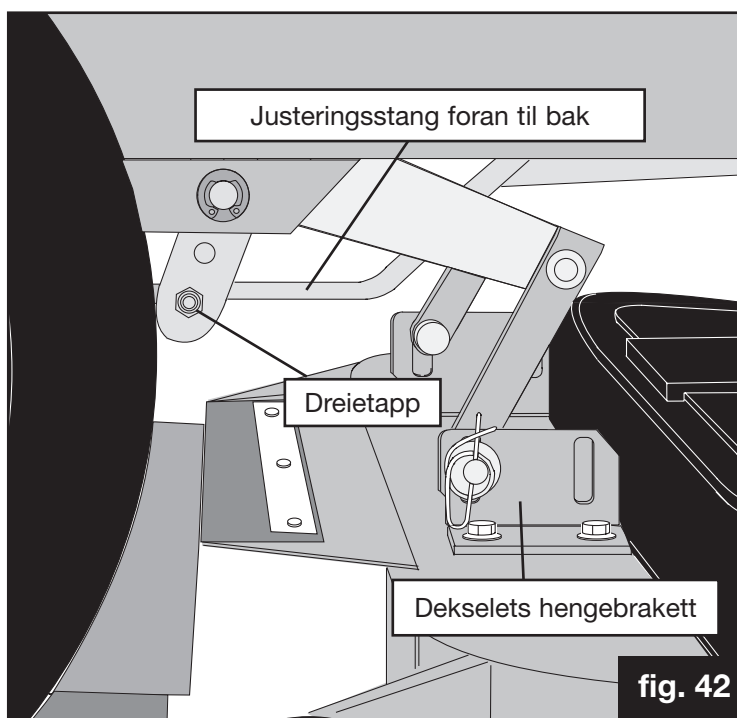

fig. 42
- ✓ Beveger klippedekselets hengebraketter (side 18, fig. 42) seg fritt, eller heises de opp? Kontroller dette ved å løfte klippedekselet til høyeste stilling og løfte og rugge det, for å se at brakettene beveger seg fritt - hvis ikke, må de rengjøres og smøres.
3. Deretter må du finne stangen for justering foran til bak til høyre for det bakre hjulet på drevsiden, hvor du finner dreietappen (fig. 42) som knytter stangen til dekselets hengebrakett. Både dreietappen og stangen er gjenget og justering gjøres ved å rotere dreietappen slik at stangen "faktisk" forlenges.
Finn dekselnivåskiven (fig. 42 eller 42a) nær baksiden på (venstre) hjul. Denne har et konsentrisk spor der dekselnivelleringsstangen sitter. Bruk en 13 mm nøkkel til å løsne M8 Nyloc-mutteren (A) som holder fast denne ansatsen akkurat nok til å tillate litt bevegelse. Deretter skal du løfte eller trykke ned dekselet, avhengig av justeringen du ønsker å oppnå. Dette vil flytte ansatsen opp eller ned på skiven - jo høyere opp og nærmere midten på skiven, jo høyere deksel. Kontroller med linjal eller målebånd etter å ha nivellert dekselet bak, og stram til Nyloc-mutteren.